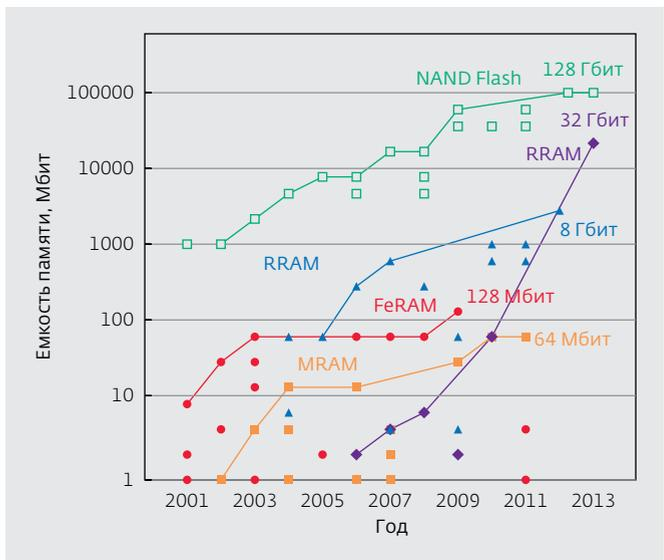
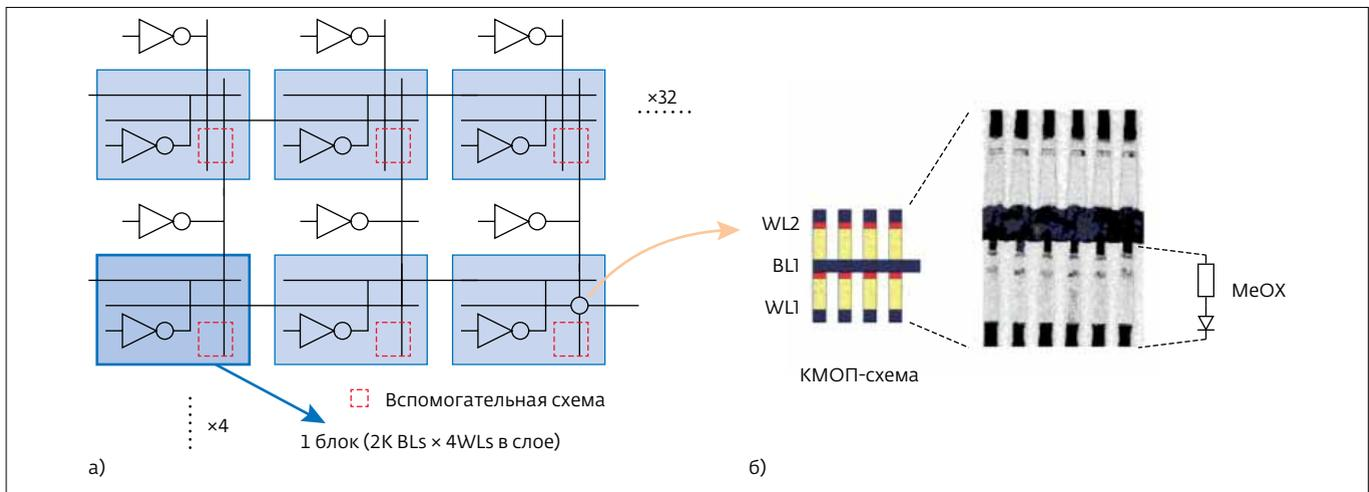

Рис.6. Динамика развития различных типов энергонезависимой памяти (по данным конференций ISSCC, VLSI Circuits, ASSCC, IEDM, VLSI Tech.)
Рис.10. Архитектура сегмента памяти (а) и структура ячейки памяти (б)
Правда, основные факторы, которые будут стимулировать производство новых типов NVM еще полностью не определены. По сравнению с NAND-памятью их объем памяти меньше (рис.6), стоимость выше, долговременная надежность не установлена.
Привлекательность развивающихся альтернативных NAND-флеш схем памяти – способность выдерживать большое число циклов записи/считывания и малая удельная стоимость единицы информации. Но по объему хранимых данных они все еще существенно уступают флеш-памяти (см. рис.6), емкость которых, как показал доклад компании Micron Technology на IEDM, достигла 128 Гбит. Поэтому как крупное техническое достижение оценивается представленная на ISSCC 2013 схема ReRAM емкостью 32 Гбит совместной разработки компаний SanDisk и Toshiba (до этого наибольший объем памяти ReRAM составлял 64 Мбит для схемы компании Unity Semiconductor, представленной на ISSCC 2010*) [15]. Микросхема на основе оксидов переходных металлов, выполненная по 24-нм технологии, содержит два слоя 16-Гбит памяти, ячейка памяти – одну числовую шину (WL), резисторный элемент хранения данных, разрядную шину (BL) и вторую числовую шину (рис.10). Резисторный элемент памяти и диодный дешифратор размещены под точками пересечения числовой и разрядной шин и над усилителем считывания, буфером страниц и стабилизатором напряжения. Размер ячейки составляет